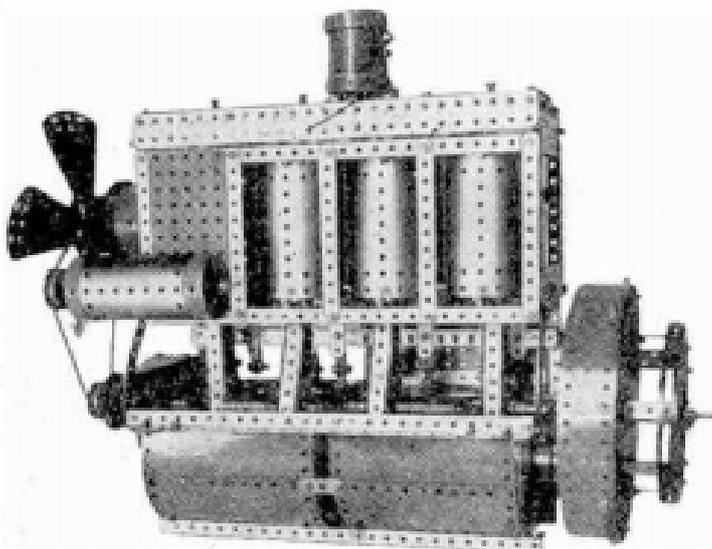

Fig. 4
*La génératrice*, visible en particulier sur la figure 4, consistant en une chaudière, boulonnée sur le bloc moteur. L'entraînement simultané du ventilateur et de la génératrice est assuré par une courroie passant en même temps dans la gorge d'une roue à boudin de 28 millimètres calée sur l'arbre du vilebrequin, en bout du moteur.